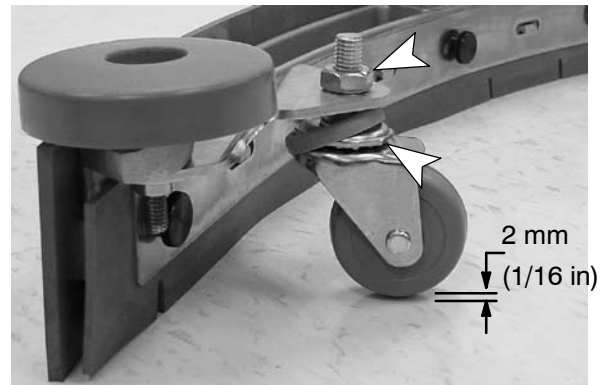

FIG. 40
1. Pour vérifier le bon réglage du bloc de racloir, retirez le bloc de racloir de la machine et placez-le sur une surface égale. Mesurez la distance entre la roulette et la surface. Cette distance doit être d'environ 2 mm (1/16 in) (Figure 40).
2. Pour régler la hauteur de roulette, desserrez l'écrou supérieur et retirez le carter en plastique du roulement pour accéder à l'écrou de réglage. Tournez l'écrou de réglage jusqu'à ce que vous obteniez le bon réglage (Figure 40). Après le réglage, resserrez l'écrou supérieur et remplacez le carter en plastique du roulement. Répétez l'opération pour l'autre roulette.